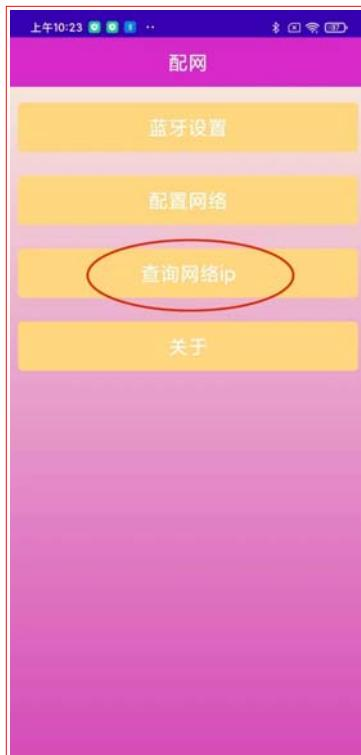

图 10
6. 在主界面点击“查询网络 ip”可查询打印机 IP 地址，如图 10 所示。